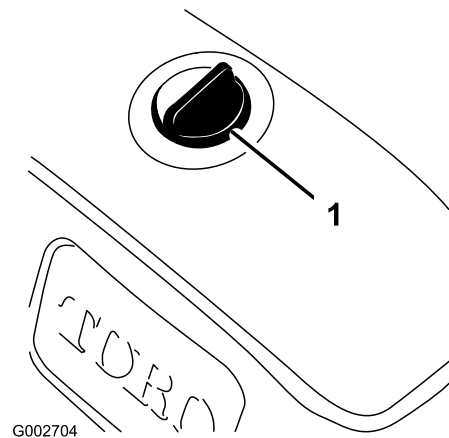

図 39
3. 異物をタンクに入れないよう、油圧オイルタンクのキャップ取り付け部周辺をウェスできれいに拭く 図 39。